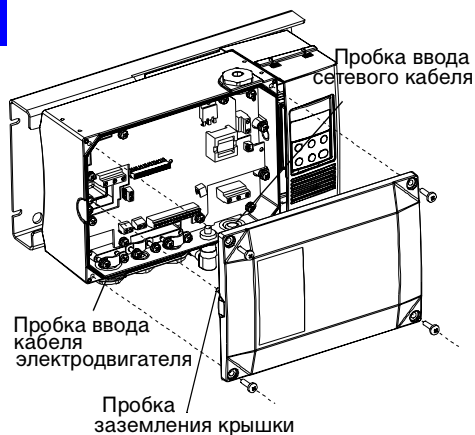

Рис. 1
- Удалите пробки из нужных кабельных вводов (см. рис. 1).